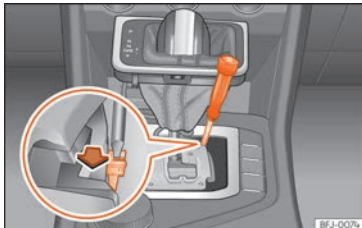

Fig. 55 Levier sélecteur : déverrouillage d'urgence de la position de parking.
- Avec un tournevis, appuyez latéralement sur la languette jaune de déverrouillage et maintenez la pression » » **fig. 55**.